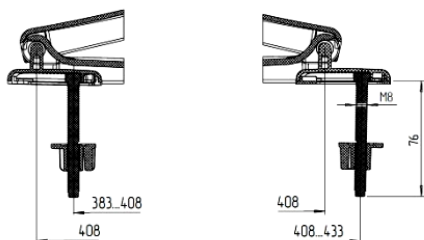

рис.3 Варианты установки сиденья унитаза с пластиковым креплением
③
1. В зависимости от межцентрового расстояния между отверстиями на унитазе для пластикового и металлического крепление предусмотрено регулируемое межосевое расстояние между винтами (рис. 3,4). Необходимое расстояние выставляется посредством установки винтов в держателях сиденья унитаза для пластикового крепления. Регулировка межцентрового расстояния для сидений с металлическим креплением свободная.
2. Положение сиденья унитаза с пластиковым креплением можно регулировать перемещением винта по держателю в продольном направлении на фиксированные положения в указанных пределах (рис.3)